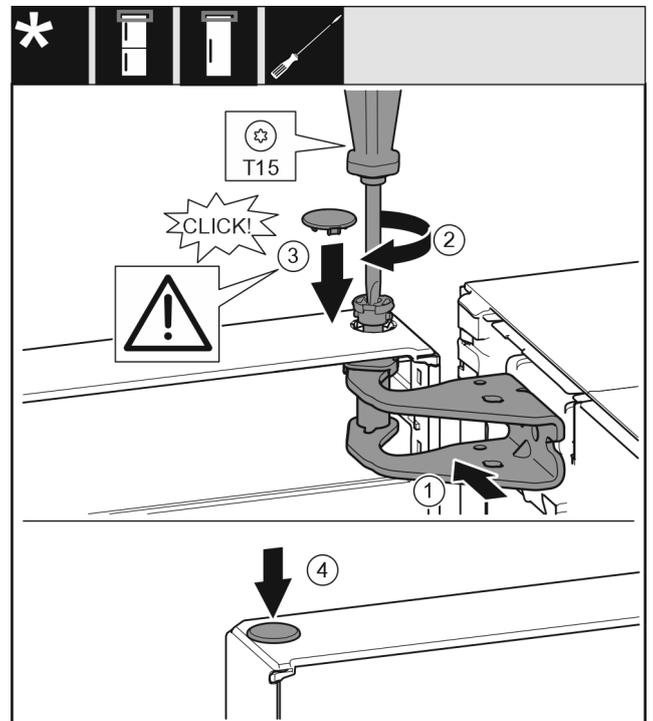

Fig. 24
- ▶ Orienter la porte en haut pour l'ouverture dans le support de palier. Fig. 24 (1)
- ▶ Poser le boulon et le visser avec un tournevis T15. Fig. 24 (2)
- ▶ Monter le cache de sécurité pour sécuriser la porte : Mettre en place le cache de sécurité et vérifier qu'il repose sur la porte. Sinon, enfoncer à fond le boulon. *Fig. 24 (3)*
- ▶ Mettre le bouchon en place. *Fig. 24 (4)*